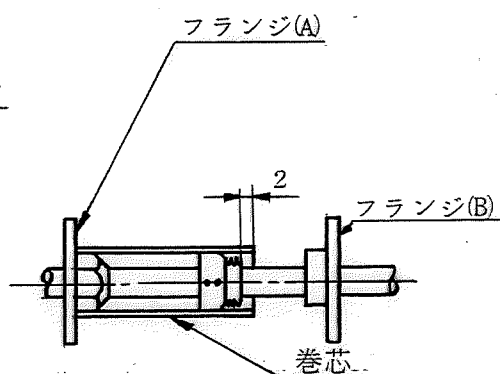

図 3-9
移動量は、図 3-9の様記録紙巻芯とネジ部端面が2mm 程度になるようにして下さい。移動後、しっかりとネジ部を固定して下さい。
- (2) 2-1項の要領で記録紙をストックし、圧板を紙幅の中心に移動します。
- (3) 2ch 用記録紙を用いる時は、圧着ローラ 1個を紙幅の中心に移動して下さい。
- (4) その他の記録紙を用いる時は圧着ローラ 2個を記録紙両端に移動して下さい。
- (5) 必ず記録紙はストックローラのフランジA 個（図3-9）に寄せてセットして下さい。